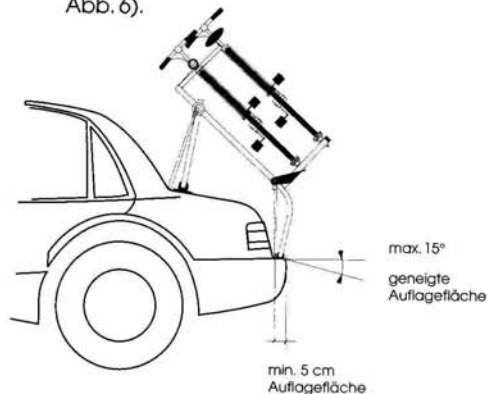

Abb. 6
- Um den Träger sicher aufstellen zu können, muß die Stoßstange eine mindestens 5 cm breite und darf eine maximal um 15° geneigte Auflagefläche haben (Siehe Abb. 6).